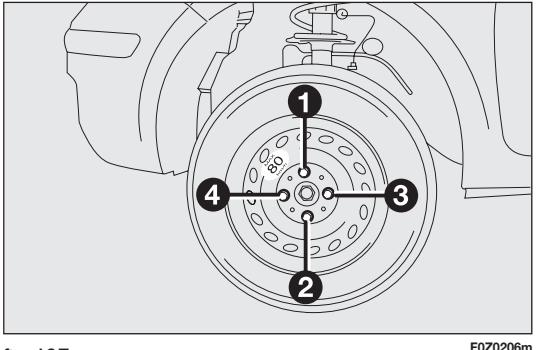

fig. 127
- stringere a fondo i bulloni, passando alternativamente da un bullone a quello diametralmente opposto, secondo l'ordine illustrato in fig. 127.